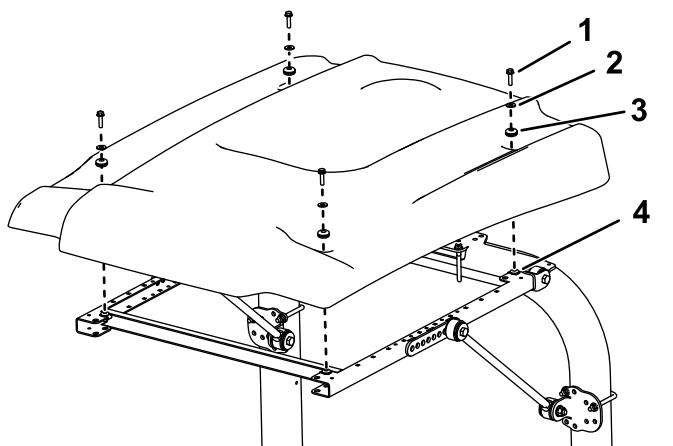

Figura 14
16. Alinee los taladros de montaje y posicione el toldo sobre el bastidor, según se muestra en Figura 14.
17. Sujete provisionalmente cada esquina del toldo al bastidor con un perno con arandela prensada (5/16" x 1 1/4"), una arandela pequeña y un anillo de goma (Figura 14).